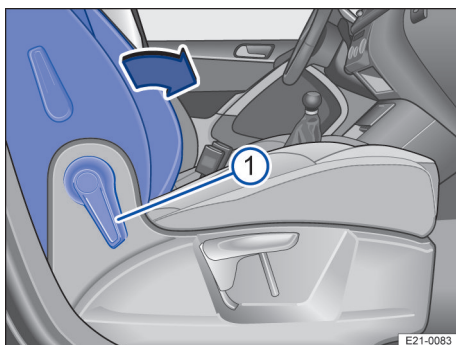

Fig. 62 Scaunul pasagerului față: Rabatarea spătarului spre înainte.
5. Trageți maneta → fig. 62 ① spre față, pentru a debloca spătarul scaunului pasagerului față.
6. Rabatați spătarul scaunului pasagerului față în sensul săgeții → fig. 62 spre înainte, în poziția orizontală.